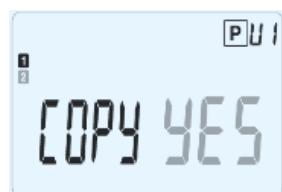

Fig. 24
- a. scegliere il simbolo “vado a letto” , corrispondente a fine giornata, per terminare; il termostato vi chiederà di copiare il programma della giornata, che avete appena impostato e deciso di chiudere, sulle giornate seguenti, come si vede in Fig. 24: